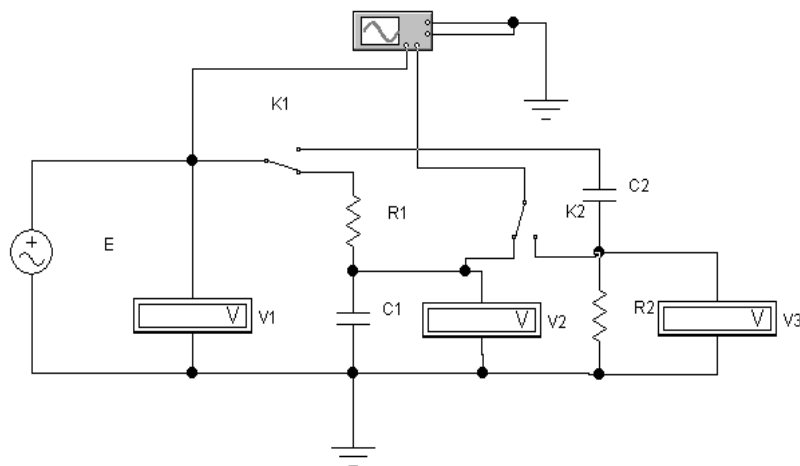

Рис. 4. Схема измерений напряжения переменного тока
1. Собрать приведенную на Рис. 4 схему измерений. Измерить напряжения на входе и выходе RC – цепи (на рисунке приведено соответствующее положение ключей K1, K2). При натурном моделировании последовательно собрать сначала RC, а затем CR цепь.